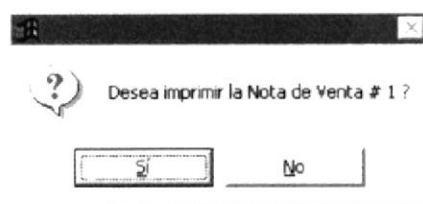

Figura 9.40 Mensaje de Imprimir Nota de Venta
7. Luego presentará el mensaje de impresión de la Nota de Venta tal como la figura 9.40